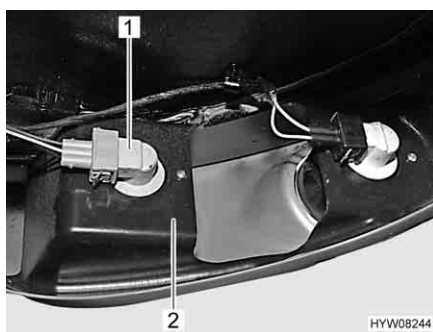

Fig. 107 Luce posteriore/luce freno
- Afferrare il portalampada (Fig. 107,2) da dietro.
- Ruotare di un quarto di giro il supporto lampada (Fig. 107,1) con lampada ad incandescenza e rimuoverlo.